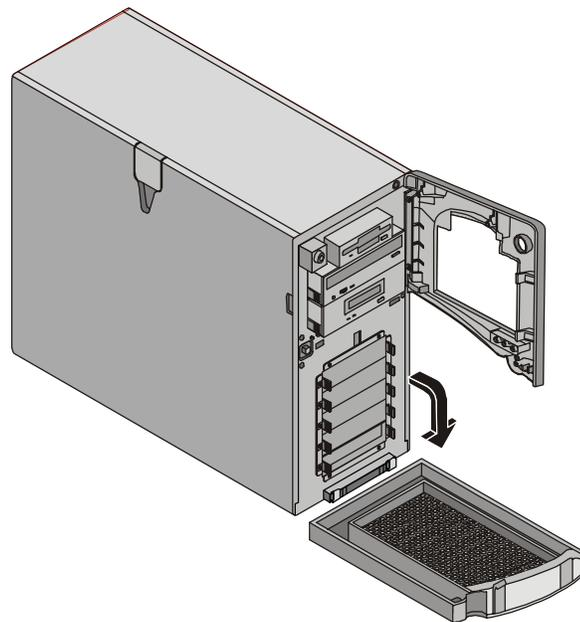

Figure 3-3. Panneau inférieur (ouvert)
- Les lecteurs de disque dur SCSI sont accessibles par le panneau frontal inférieur. Voir Figure 3-3.
3. Appuyez vers le bas sur les deux loquets situés sur le panneau inférieur, tirez celui-ci vers vous et abaissez la porte. Voir Figure 3-3.